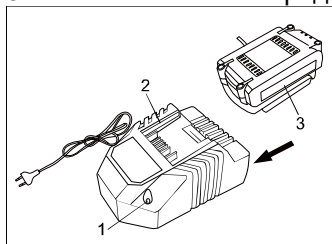

Рис.2
1. Включите зарядное устройство в сеть. Индикатор (1) загорится зеленым. (Рис.2)
2. Подключите зарядное устройство (2) в разъем для подключения (3) на аккумуляторной батарее. Индикатор (1) загорится красным. Это означает, что началась зарядка батареи.
3. После окончания заряда батареи индикатор (1) загорится зеленым.